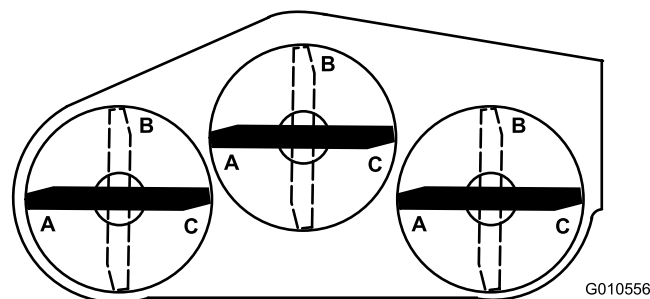
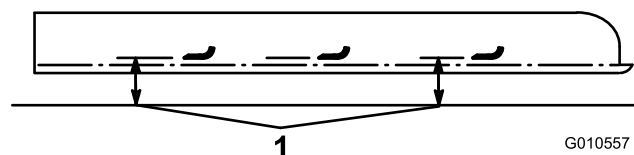

Figura 27
Figura 28
6. Posicione as 3 lâminas na posição A (**Figura 27**) e meça a partir da superfície nivelada até ao fundo da extremidade da ponta de cada lâmina (**Figura 28**) e anote a medida.
7. Rode as lâminas para a posição B (**Figura 27**), meça a distância de todas as lâminas até uma superfície nivelada e anote as dimensões (**Figura 28**).
8. Rode as lâminas para a posição C, meça e anote a distância medida (**Figura 27** e **Figura 28**).